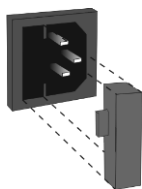
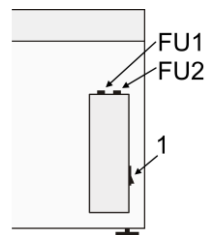

Рисунок 4
Рисунок 6
- **UVT-S-AR** – слева от прибора, за задней стенкой (рис. 6/1).
- 8.3.1. Предохранитель в блоке управления. Отсоедините прибор от сети. Отсоедините сетевой кабель из разъема (рис. 4) на задней панели прибора. Откройте держатель предохранителя, выдвинув его (рис. 4, для компактных моделей) или открутите крышку держателя FU2 (рис. 6, модель UVT-S-AR). Проверьте предохранитель и, при необходимости, замените, **M 3,15 A** (тип **M** - time lag: **Medium**).